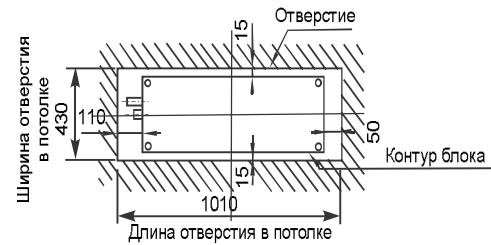
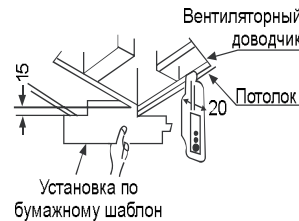
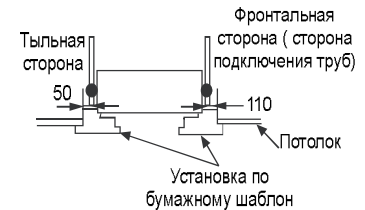

Рис. 6
Рис. 7
Рис. 8
- Обратите внимание, что шаблон и потолок должны быть на одном уровне рис. 5. Центр отверстия должен совпадать с центром установки вентиляторного доводчика рис.6.
- Отрегулируйте положение вентиляторного доводчика таким образом, чтобы расхождение между краями отверстия в потолке и сторонами доводчика было согласно рис. 6, используйте калибровочные шаблоны для проверки монтажных зазоров смотреть рис. 7 и рис. 8.